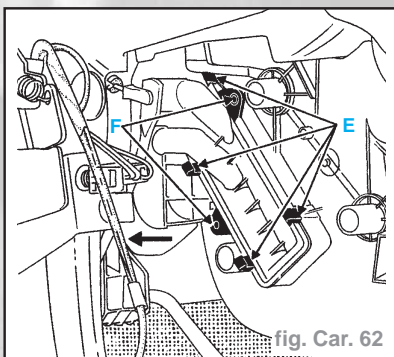

fig. Car. 62
- Écarter les quatre clips de maintien (E) et extraire le radiateur (fig. Car. 62).